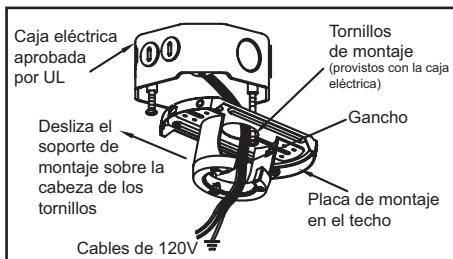

Figura 10
1. Pasa los cables de suministro de 120 voltios a través del orificio central de la placa de montaje del techo como se muestra en la Figura 10.
2. Instala la placa de montaje de techo sobre la caja eléctrica deslizando la placa de montaje sobre los dos tornillos suministrados con la caja eléctrica. Cuando uses un montaje cerca del techo, es importante que la placa de montaje esté nivelada. Si es necesario, usa arandelas niveladoras (no incluidas) entre la placa de montaje y la caja eléctrica. Nota que el lado plano del soporte de montaje del soporte de montaje esté hacia la caja eléctrica (Figura 10).